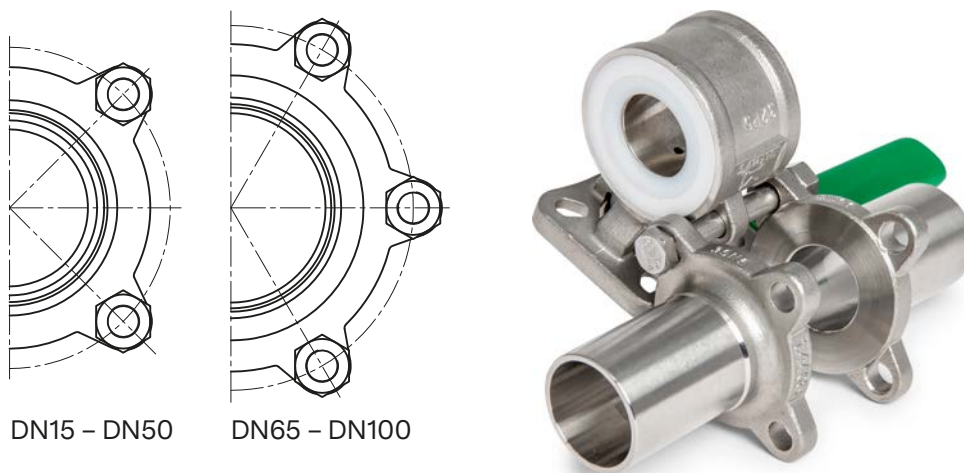

Bild 2
6. Sväng ut ventilhuset från rörledningen, *se Bild 2*.*